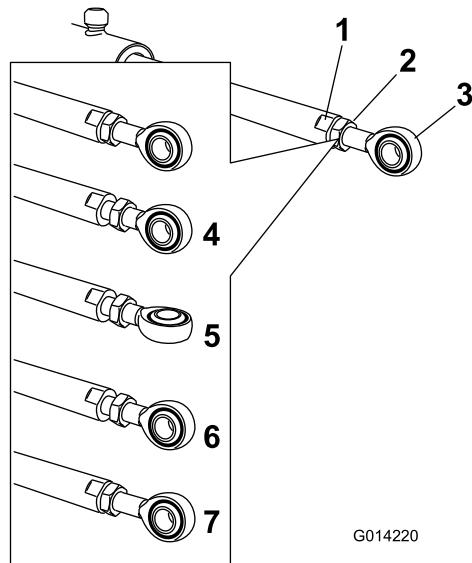

Figure 94
5. Placez une clé sur les méplats de la tige de vérin pour l'immobiliser, puis desserrez l'écrou de blocage pour pouvoir ajuster la tige à œillet (Figure 94).
6. Tournez la tige à œillet dans la tige du vérin pour raccourcir ou allonger le vérin déployé à la position voulue (Figure 94).